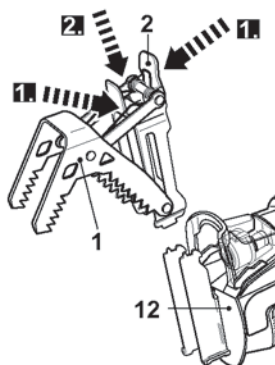

Fig. 14
- > Relâchez le levier [2] et vérifiez qu'il est verrouillé correctement (Fig. 14).